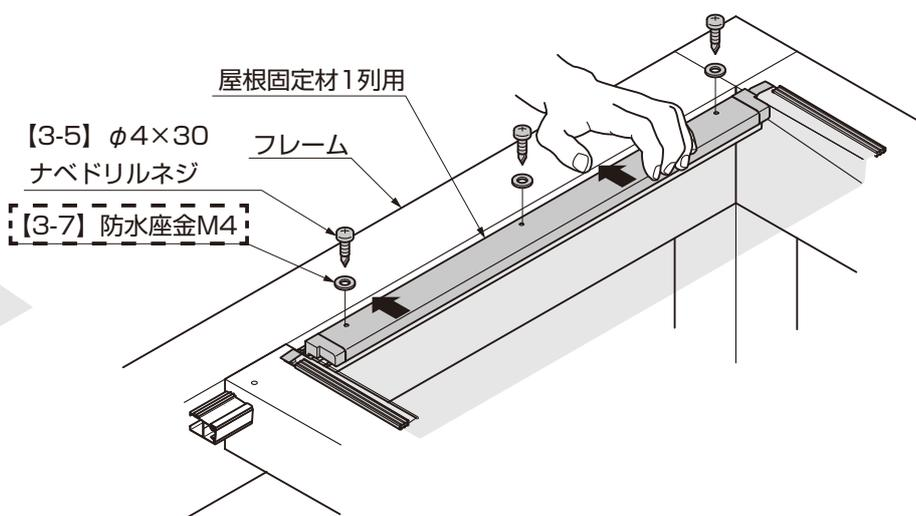

図9-5 A部詳細 屋根固定材1列用の取付け
●屋根材受け1列用を必ずフレーム側に引き寄せながらネジ【3-5】を取付けてください。上手く組付かない場合があります。(図9-5参照)
③屋根固定材1列用をフレーム側に引き寄せながら【3-5】、【3-7】で取付けてください。(図9-5参照)